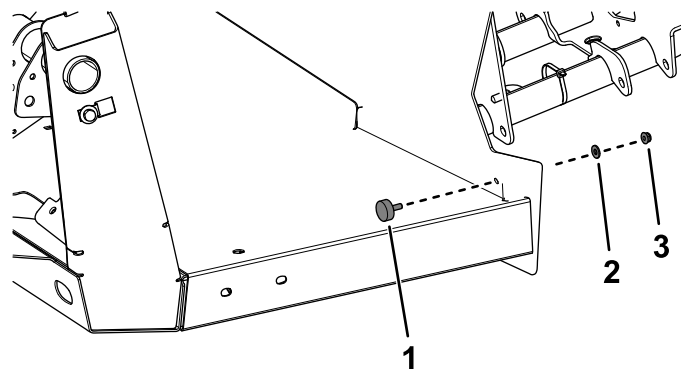

Figura 24
5. Instale um para-choques de borracha utilizando uma anilha e uma porca flangeada (¼ pol.) em cada lado (Figura 24).